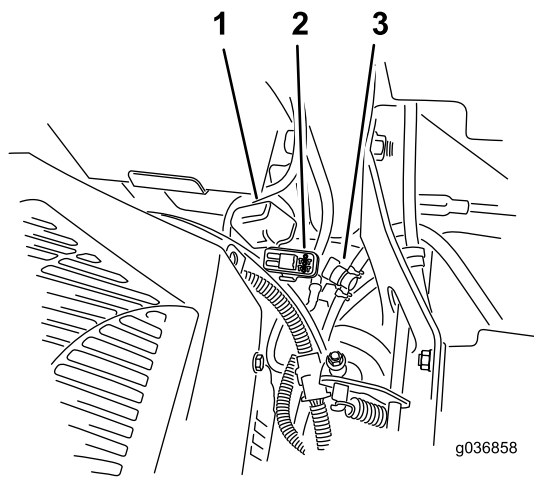

Figure 73
Remarque: Pour les tondeuses MyRide, assurez-vous que le câble de masse ne frotte pas contre le bras tiré ou le support inférieur de l'amortisseur (Figure 73).
Les fusibles sont situés sur la console droite, près du siège (Figure 73).
- Remplacez le fusible (Figure 73).